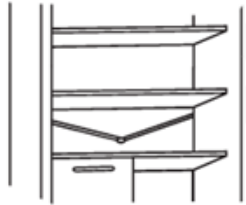

Fig. 19
• Garder dans un état propre, le tuyau d'écoulement (Fig. 19) dans le compartiment du réfrigérateur pour qu'il soit exempt d'eau.